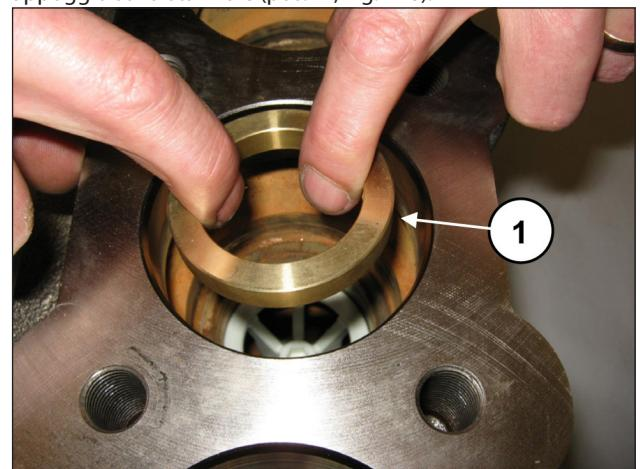
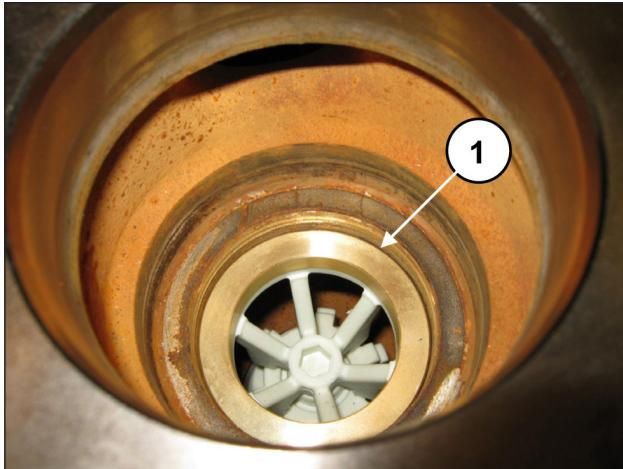

Fig. 117
Fig. 118
Inserire l'anello distanziale sede valvola (pos. ①, Fig. 117), in appoggio sul distanziale (pos. ①, Fig. 118).